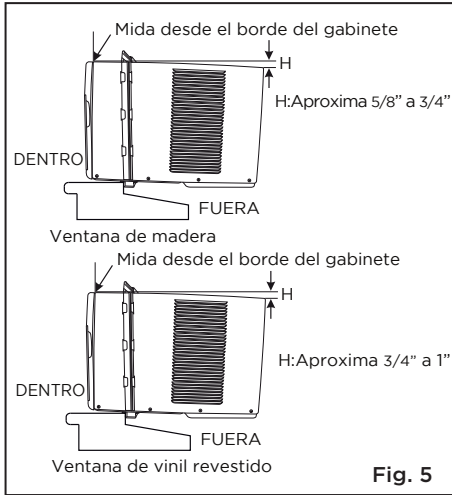

Fig. 5
2. Agarre firme al aire acondicionado, ponga la unidad en la apertura de la ventana con mucho cuidado para que el fondo del marco del aire acondicionado esté contra el umbral de la ventana (Fig. 5). Acerque la ventana detrás del carril superior de la unidad con mucho cuidado..
Comprueba que el aire acondicionado está inclinada hacia atrás casi H (Fig. 5) (inclinado unos 3° a 4° desde el fondo hacia la fuera) después de la instalación, correcta, el condensado no debe bajar desde el orificio de drenaje de desbordamiento durante su uso normal, corrige la pendiente de otro modo.